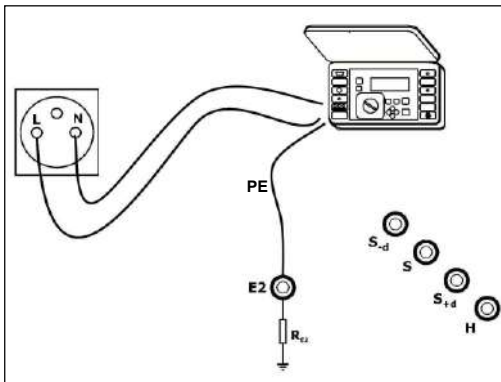

Fig. 14. Conexión del medidor
- conectar el medidor de impedancia del bucle de cortocircuito según Fig.14,